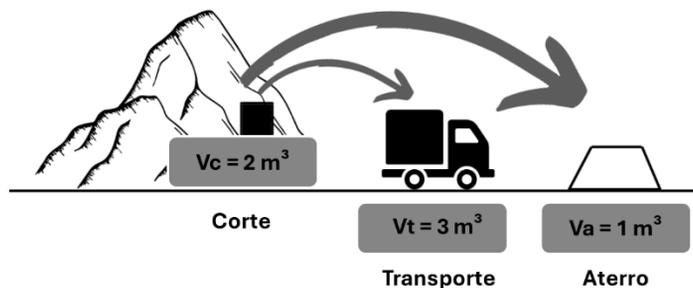

Figura 1 – Volumes de material (Adaptado de PADILLO et.al, 2003)
- 38) Na Figura 1 são apresentados os volumes de material natural no corte (V_c), do material transportado (V_t) e do material compactado no aterro (V_a). De acordo com estes volumes, assinale a alternativa que corresponde aos valores dos fatores de empolamento (F_e), de homogeneização (F_h) e de contração (F_c), respectivamente.